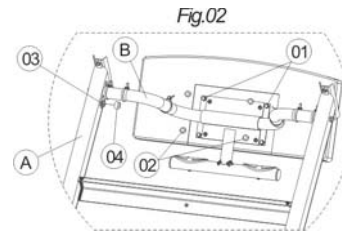

Fig.02
**2- Dê uma leve inclinação no corrimão (A)-Fig.02, até que você possa fixar o painel com os parafusos (01) sextavados M6x16 mm e arruelas M6. Logo em seguida coloque as tampas (02) de acabamento nas cabeças dos parafusos.**
**3- Fixe também o painel para que ele não gire-Fig.02. Alinhe o suporte do painel (B) com o corrimão A e fixe-o com o parafuso (03) sextavado M8x20 mm e arruela M8. Coloque a tampa de acabamento (04).**